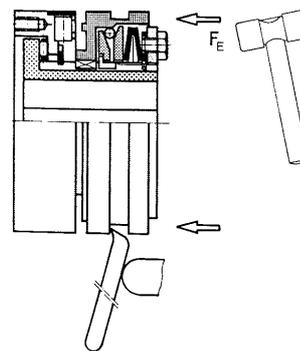

Bild 2
Im Gegensatz zu der EAS[®]-Synchron-Freischaltkupplung kann die Wiedereinrastung an jeder beliebigen Stelle erfolgen. Eventuell ist ein geringfügiges Verdrehen zwischen Schaltteil (3) und Druckflansch (2) erforderlich. Die EAS[®]-Kupplung wird einfach durch axialen Druck auf das Schaltteil (3) wiedereingerastet (Bild 2).
- Manuell z. B. mit einem Kunststoffhammer oder mit Montagehebeln (Bild 2).